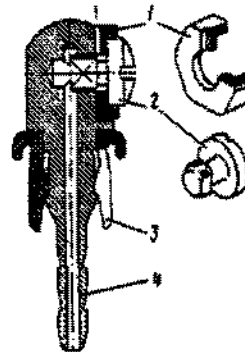

Fig. 8-28. Ejtor do lavador do pára-brisa: 1 - pulverizador; 2 - parafuso; 3 - bucha plástica; 4 - corpo do ejtor com conexão.
1. Oprimir ligeiramente a bucha plástica 3 (fig. 8-28), pelo lado da caixa da ventilação da carroceria e, utilizando-se de uma chave de fenda, pressioná-lo para remover o ejtor em conjunto com a presilha.